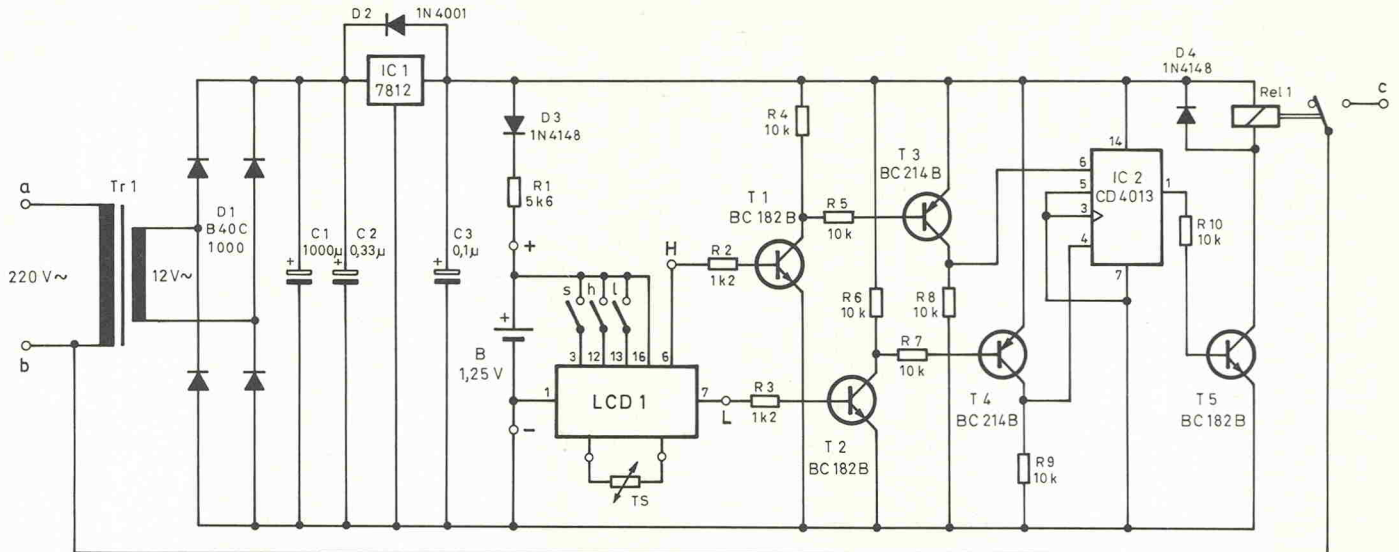

Bild 1. Die Stromaufnahme des Temperatur-Zeit-Moduls beträgt lediglich 3 μ A, so daß der Akku B auch längere Netzstrom-Ausfälle problemlos überbrückt.
In Bild 1 ist der komplette Schaltplan des Thermostaten dargestellt. Das Netzteil stellt eine stabilisierte Betriebsspannung in Höhe von 12 V bereit. Die Diode D2 schützt den Spannungsregler vor eventuell in der Schaltung entstehenden Spannungsspitzen. Eine Mignon-Akkuzelle (B) versorgt das Modul mit Betriebsstrom, wobei der Widerstand R1 die Höhe des Dauerladestroms für die NiCd-Zelle bestimmt. Die Diode D3 verhindert, daß der Akku bei einem Netzstromausfall vom hinteren Schaltungsteil